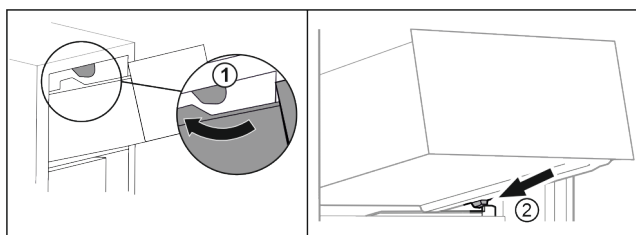

Fig. 65
- ▶ Ved'te zásuvku podél horních zarážek. Fig. 65 (1)
- ▶ Nasad'te zásuvku šikmo za dolní zarážky na žebrování na nádoby. Fig. 65 (2)